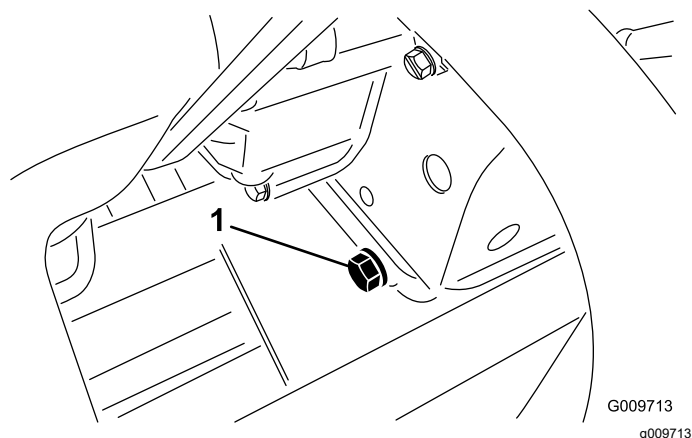

Figure 79
2. Retirez le bouchon de vidange (Figure 79) et laissez couler l'huile dans un bac de vidange.